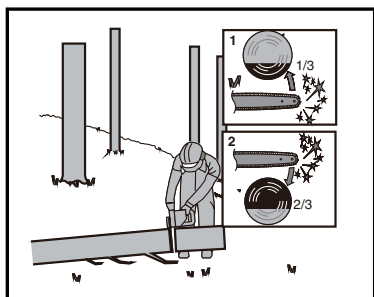

Figure 4
Lorsque le rondin est soutenu par une extrémité, comme illustré sur la Figure 4, coupez 1/3 du diamètre de la face du dessous (depuis le bas) (1). Puis, terminez la coupe en coupant par le haut (2) pour rejoindre la première coupe.